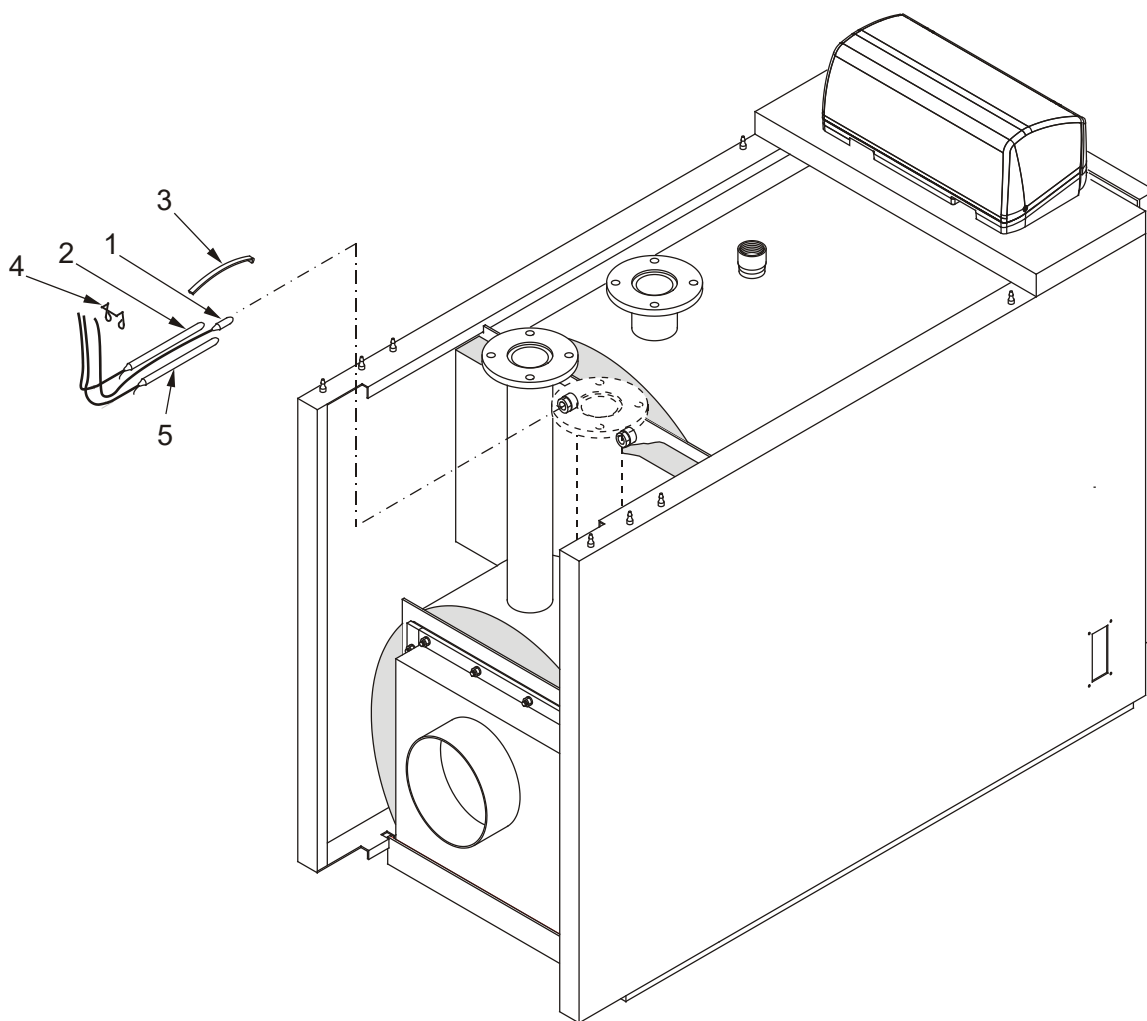

fig. 21
fig. 21 e, a seconda del pannello strumenti installato sulla caldaia, le sonde come illustrato negli schemi elettro-idraulici (pag. 26).
- G) Inserire nelle guaine i bulbi degli strumenti come indicato in fig. 21 e, a seconda del pannello strumenti installato sulla caldaia, le sonde come illustrato negli schemi elettro-idraulici (pag. 26).
- fig. 21 e, a seconda del pannello strumenti installato sulla caldaia, le sonde come illustrato negli schemi elettro-idraulici (pag. 26).